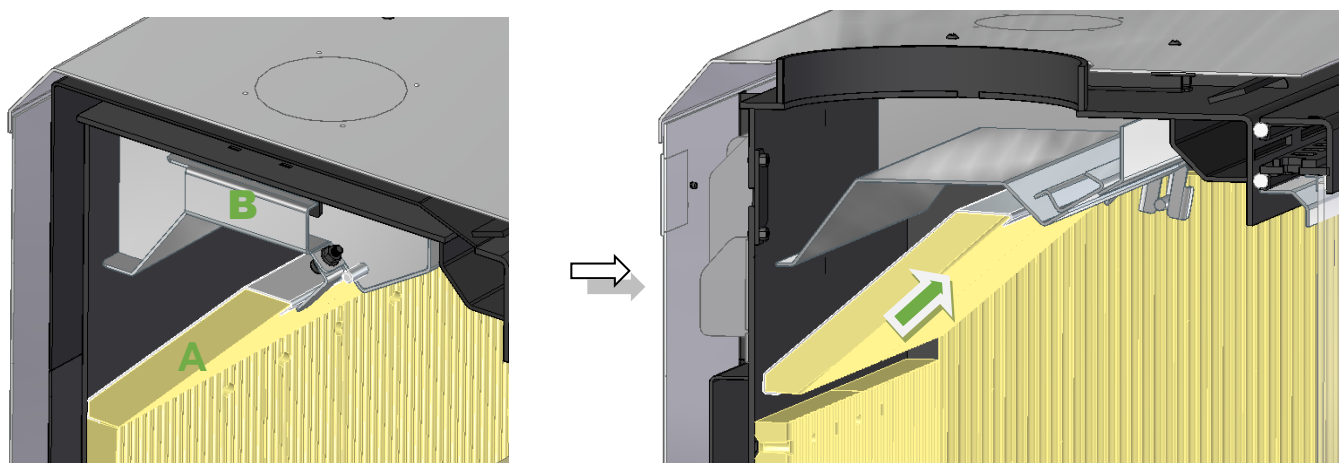
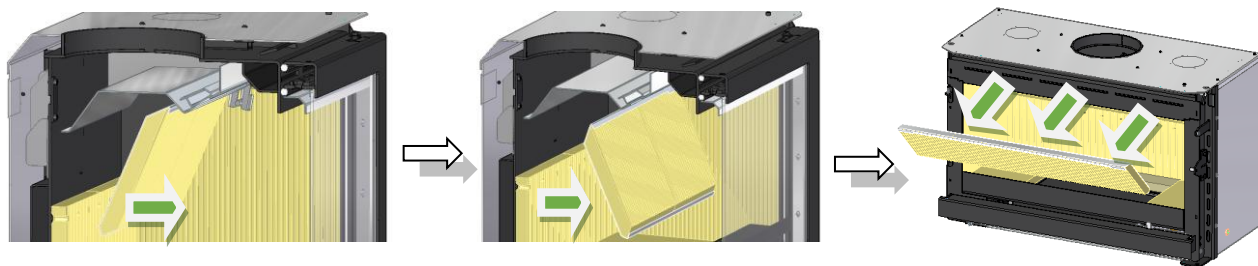

Figura 33 – Desmontaje del deflector de humos
Figura 34 – Desmontaje del deflector de humos
El sistema de limpieza de vidrios con aire precalentado es operado por el regulador en la parte superior de la puerta, ver Figura 33, el aislamiento de vermiculita ayudará a mantener el vidrio limpio durante la mayoría de las condiciones de operación. Sin embargo, si el cristal se ensucia:
1. Abra la puerta y retire el deflector de humos (A). Para ello, coloque sus manos sobre el deflector y mueva el deflector hacia arriba, o gire las lengüetas de soporte hacia un lado, luego mueva la parte inferior del deflector hacia usted y retire el deflector, ver Figura 33 y Figura 34.